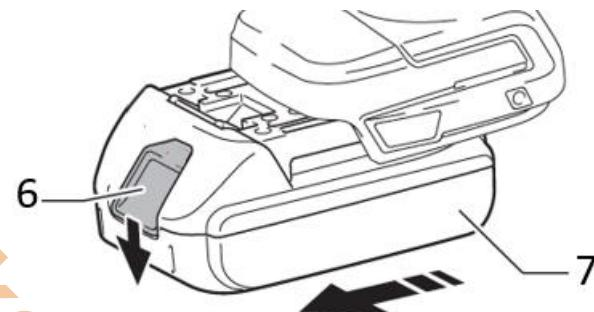

Рисунок 2.1.1. Установка и снятие аккумуляторного блока.
1. Для снятия аккумуляторного блока «7» нажмите кнопку «6» (рисунок 2.1.1) и извлеките блок.